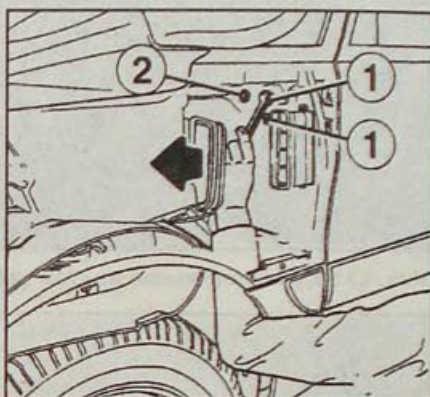

Рис. 13.56. Расположение гаек крепления балки в арке переднего колеса:
- С двух сторон автомобиля отверните по две гайки М8 (1, рис. 13.56) крепления верхнего кронштейна, при этом не вращайте гайки регулировки положения балки (2).